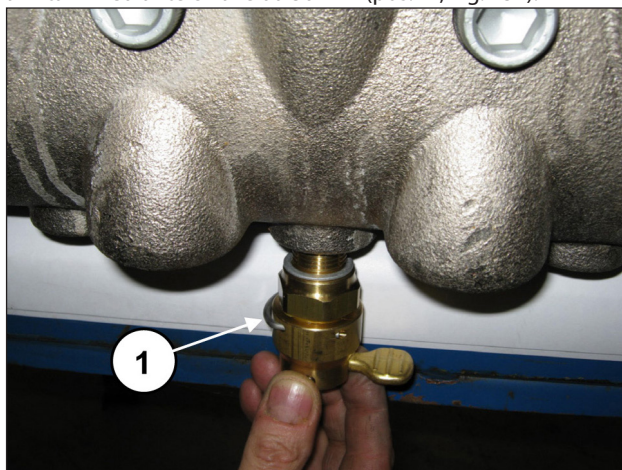
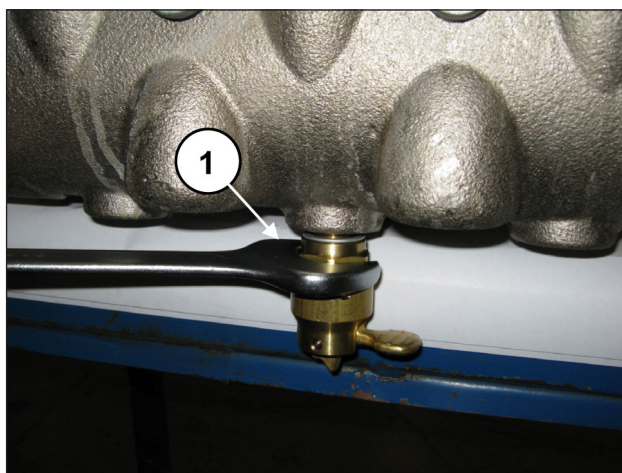

Fig. 133
Fig. 134
Applicare i dispositivi apertura valvole (pos. ①, Fig. 133) ed avvitarli mediante chiave da 30 mm (pos. ①, Fig. 134).